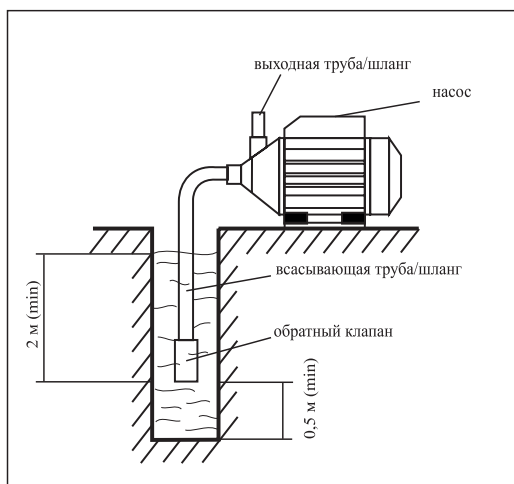

рис. 2
- всасывающую трубу (шланг) присоединить к входному отверстию и погрузить в воду, (см. рис.2);
Внимание! Для оптимального функционирования насоса рекомендуется устанавливать на всасывающую трубу обратный клапан (в комплект поставки не входит), как указано на рис.2.
3.1.6 На всасывающую магистраль необходимо установить обратный клапан, для надёжного запуска насоса, и сетчатый фильтр грубой очистки воды, для предотвращения засорения проточной части, (соединительные штуцера, обратный клапан и фильтр в комплект поставки не входят). Обратный клапан и фильтр устанавливаются на входе во всасывающую магистраль (см. рис.2).